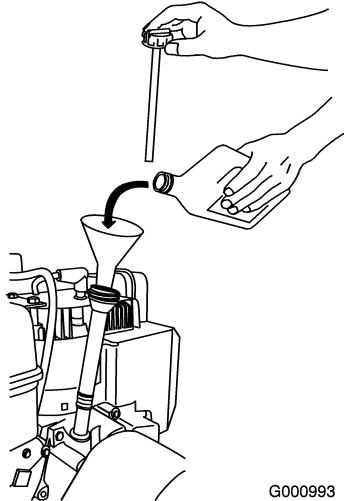

Figure 42
2. Sortez de nouveau la jauge et contrôlez le niveau d'huile (Figure 42). Ajoutez de l'huile, si le niveau est en dessous du repère Add sur la jauge (voir Plein d'huile du carter moteur).